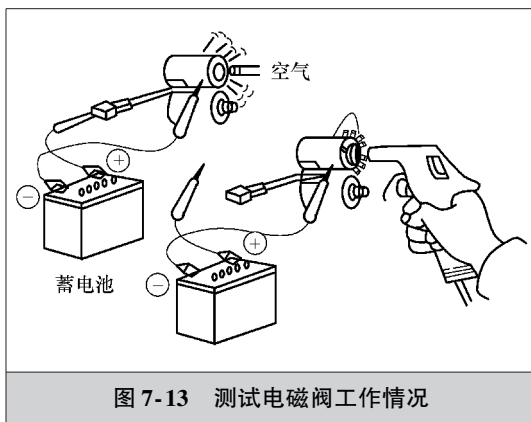

图 7-13 测试电磁阀工作情况
(2) 动态检查 如图 7-13 所示, 用气枪将一定的气压通过锥形橡胶头施加在电磁阀的工作油孔上, 然后使电磁阀反复通断电, 观察泄油口处气流的流通变化情况。